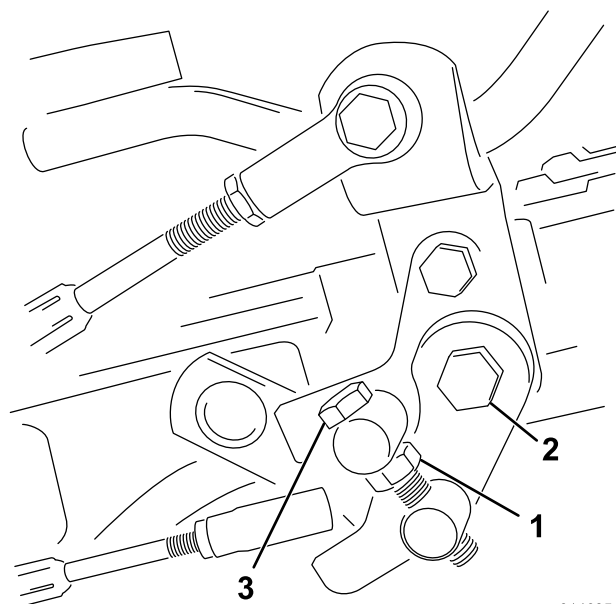

Рисунок 45
1. Ослабьте контргайку на болте цапфы (**Рисунок 45**).
4. Чтобы зафиксировать регулировку, затяните контргайку на болте цапфы и гайку на шарнире педали (**Рисунок 45**). Проверьте регулировку и при необходимости повторите ее.